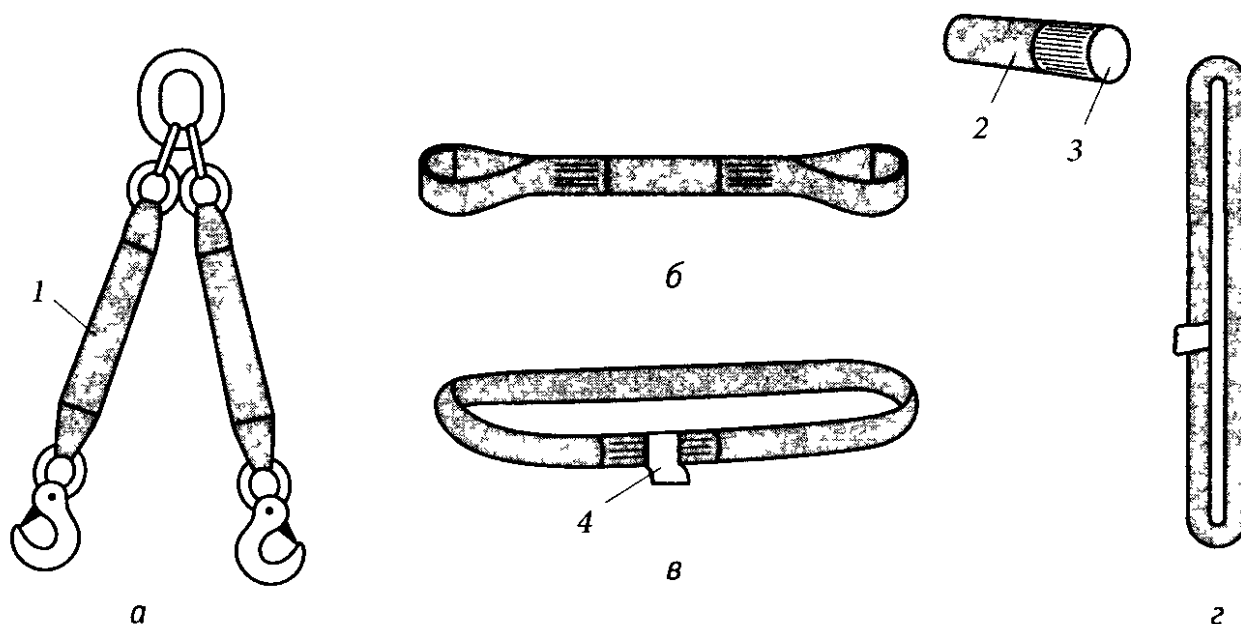

Рис. 3.12. Текстильные стропы:
1. **Ветвевые** (рис. 3.12, а):
2. **Универсальные** (рис. 3.12, б-г):
На каждый текстильный строп (см. рис. 3.12, в) пришивается этикетка (бирка) 4, на которой указывают сведения, необходимые при его эксплуатации: